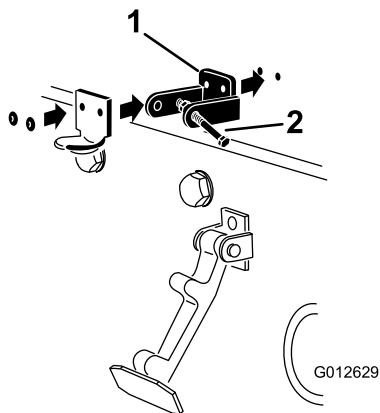

Figure 5
5. Rivez les supports et les rondelles sur le capot (Figure 5).